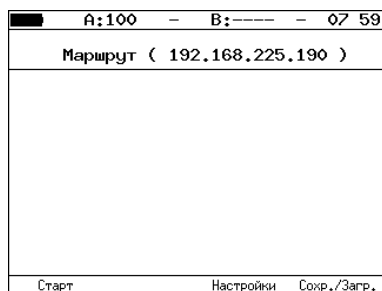

Рис. 7.63. Меню «Маршрут»
2. Перейти в меню «Маршрут» (см. рис. 7.63). Нажать на клавишу **F3** («Настройки»).